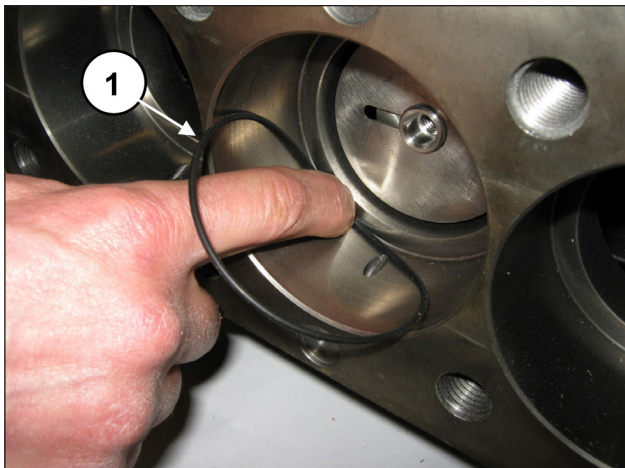

Abb. 170
Nehmen Sie den O-Ring am Boden des Dichtungshalters ab, sollte er im Pumpengehäuse verblieben sein (Pos. ①, Abb. 170).